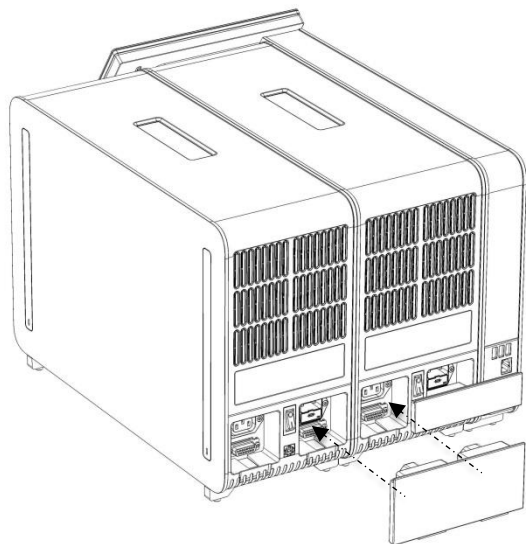

Figura 15. Conexión del puente del módulo analítico/analítico.
6. Conecte el puente del módulo analítico/analítico en la parte posterior del QIAstat-Dx Analyzer 1.0 para vincular los dos módulos analíticos (figura 15).